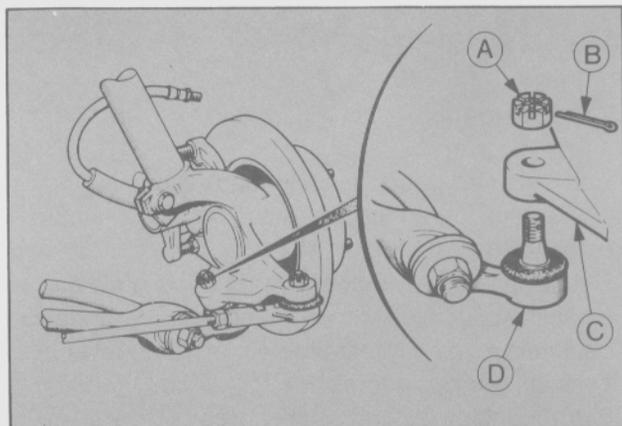

Fig. 10. Fijación del brazo inferior al portamaza
- Liberar el cono de la rótula, del brazo inferior, del portamaza con la ayuda de la herramienta especial T84G-3006-BAS (Fig. 10).